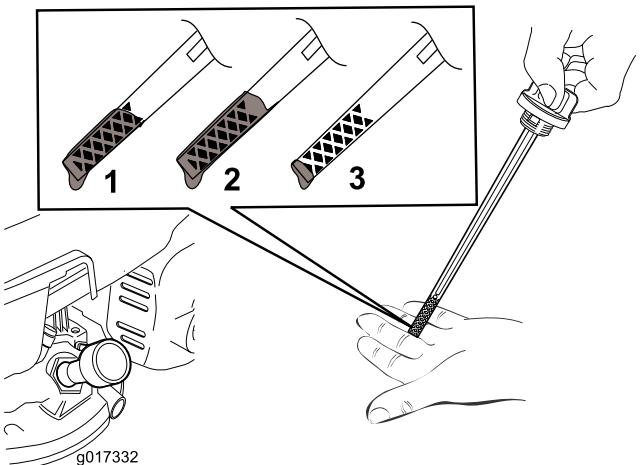

図 7
2. ディップスティックを外す 図7。
注 ディップスティックで量を確認しながら 図 7 に示される適正量までオイルを入れる。オイルを入れすぎてしまった場合には、エンジンオイルの交換\(ページ 16\)の項に従って余分なオイルを抜き取ってください。